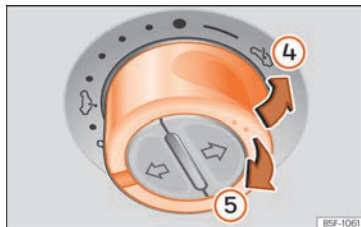

Fig. 16 En el revestimiento interior del techo: pulse el conmutador y tire de él para levantar y bajar el techo.
- Levantar: pulse el conmutador hacia la posición >>> **fig. 16 ④**. Para una posición intermedia, mantenga el conmutador accionado hasta alcanzar la posición deseada.
- Bajar: tire el conmutador hacia la posición >>> **fig. 16 ⑤**. Para una posición intermedia, mantenga el conmutador accionado hasta alcanzar la posición deseada.